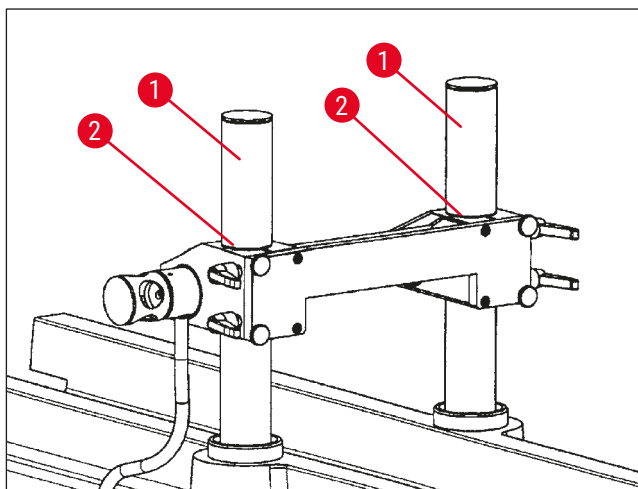

Abb. 83
- Eine Nut (→ Abb. 83-2) in den Stützsäulen (→ Abb. 83-1) markiert die 100-mm-Position. Die Nut muss dazu mit der Oberkante des Messerhalters übereinstimmen, siehe (→ Abb. 83).